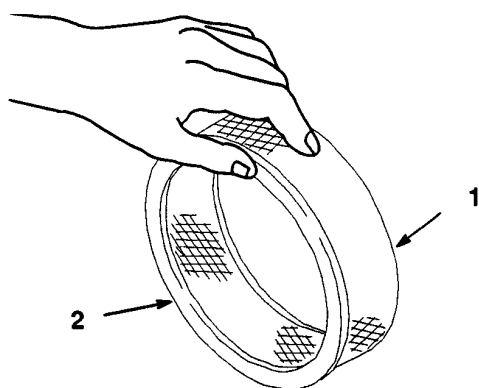

Bild 19
- A. Den Einsatz zum Entfernen von Staub- und Schmutzrückständen leicht auf flacher Oberfläche abklopfen (Bild 19).